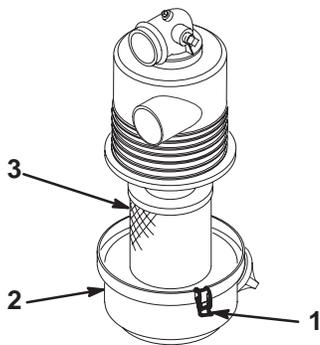

Figure 27
3. Desserrez les fixations qui maintiennent le couvercle sur le corps du filtre à air. Otez le couvercle du corps et nettoyez l'intérieur du couvercle (Fig. 27).
4. Sortez l'élément filtrant du corps du filtre avec précaution pour ne pas déloger trop de poussière (Fig. 27). Évitez de cogner l'élément contre les parois du filtre.